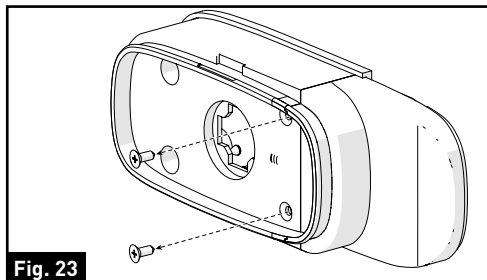

Fig. 23
3. Retire los dos tornillos que sujetan la parte decorativa con un destornillador Phillips y déjelos a un lado. (Fig. 23)